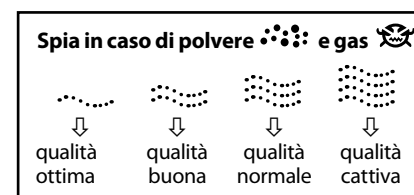

Fig. 1: Qualità dell'aria rappresentata nella spia (2)
6 Sensore polvere (15) e sensore gas (16): La qualità dell'aria misurata è visibile sulle spie (2) (polvere, gas). Più l'aria dell'ambiente è cattiva più aumentano le onde indicate (vedi Fig. 1). Durante il funzionamento automatico la prestazione della ventola si adatta automaticamente alla qualità dell'aria.
Ottima, buona, normale e cattiva (vedi Fig. 1).